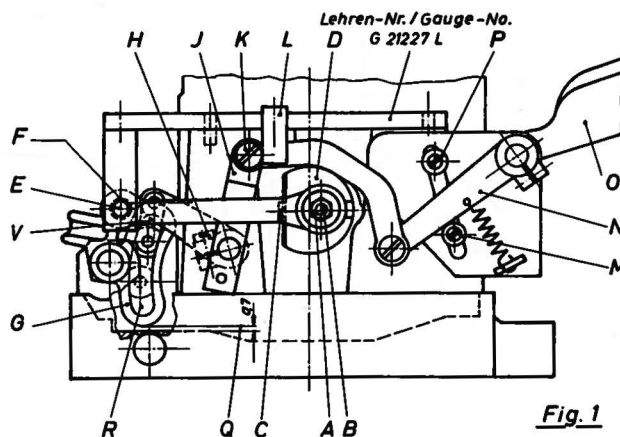

Fig. 1
Der Transportmechanismus wird in der Montage nach Lehre G 21227 L eingestellt. Zur Kulisseneinstellung löse die Mutter (A, Fig.1). (ACHTUNG! MUTTER HAT LINKSGEWINDE). Stelle Bolzen (B) mittels Stellschraube (C) im Achskopf (D) so ein, daß der Stift (E) der Lehre in die Bohrung (F) des Kulissenantriebsbolzens einrastet, wenn der obere Kulissentheil in seiner äußersten Stellung in Richtung zur Nadel steht. Ziehe die Mutter (A) wieder gut an. Löse Pratzschraube (H); lege Paßstück (V) in die Kulisse (G) und stelle den Kulissenstein gegen das Paßstück (V); schwenke den Hebel (I), bis der Schraubenkopf (K) am Anschlag (L) der Lehre anliegt; ziehe die Pratzschraube (H) wieder gut an. Nun stelle den Anschlag (M) gegen den Hebel (N).
ACHTUNG! BEACHTE, DAß BEI GRÖBTEM KULISSEN-AUSSCHLAG 0,7 mm FREIGÄNGIGKEIT ZUM GEHÄUSEBODEN VORHANDEN IST. (Q, Fig.1).
The feed mechanism is set in the assembling department by using gauge G 21227 L. To adjust rocker "G" loosen nut (A, Fig.1). (CAUTION! NUT HAS LEFT THREAD). Place the feed crank stud (B) in the main shaft slot (D) by the regulating screw (C) so, that the pin (E) of the gauge fits into the hole (F) of the feed rocker shaft, when the upper part of the segment of the rocker (G) is in its end position to the needle. Tighten nut (A). Loosen screw (H); place distance gauge (V) in the segment of the rocker (G) and press the sliding block against the distance gauge (V). Move lever (I) until the head of the screw (K) contacts the stop (L) of the gauge. Tighten screw (H). Then set stop ring (M) against lever (N).
CAUTION! BE SURE THAT THERE IS 1/32 INCH SPACE BETWEEN THE SEGMENT (G) AND THE BED AT THE LARGEST STITCH LENGTH (Q, Fig.1).